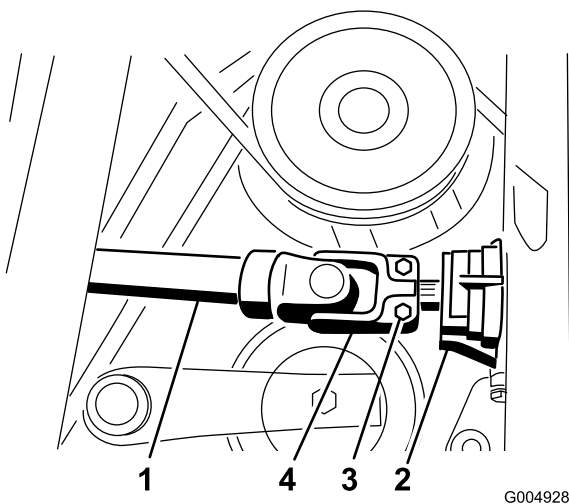

Figura 99
14. Retire o pino de segurança e desaperte os 2 parafusos que prendem o veio propulsor ao eixo da caixa de velocidades (Figura 99).